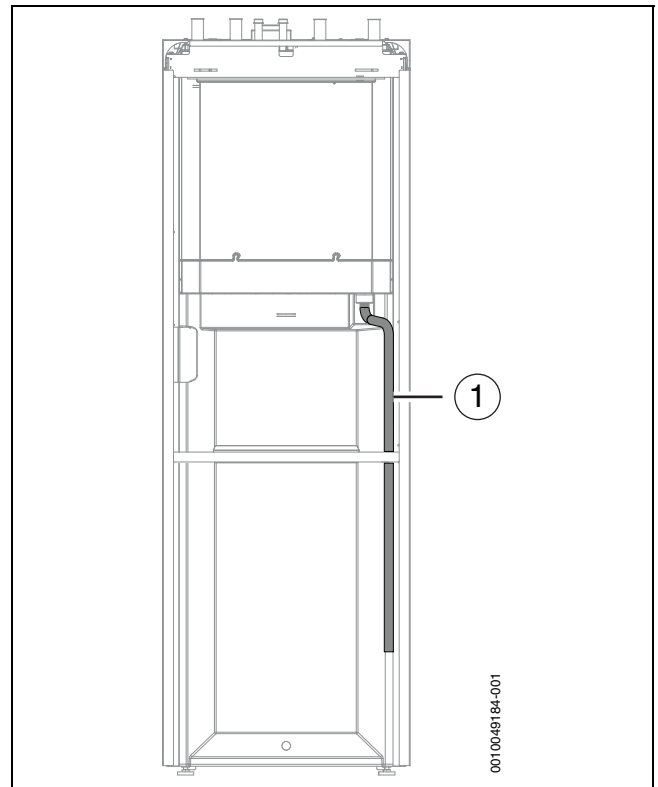

Bild 28 Rückseite der Inneneinheit
1. Falls nicht vorinstalliert, installieren Sie den Ablaufschlauch gemäß Abb. 28.